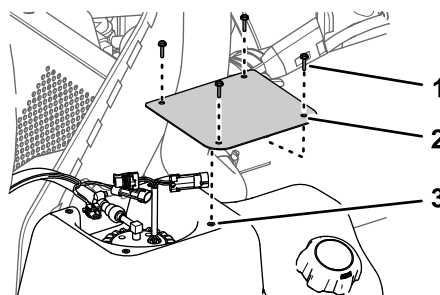

図 122
1. カバーをタンク 図 122 に組み付けるステップ 2 燃料ポンプのカバーを外す (ページ 67) で外したねじ #10 x 3/4" 4本を使用する。